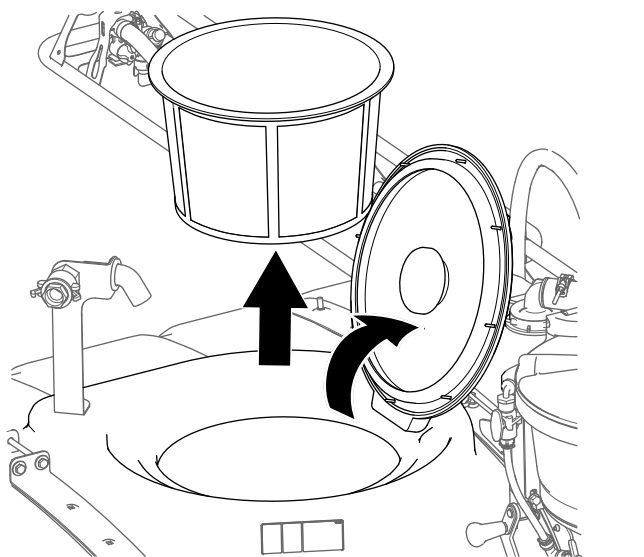

Рисунок 25
1. Откройте крышку бака опрыскивателя и извлеките корзину фильтра (Рисунок 25).